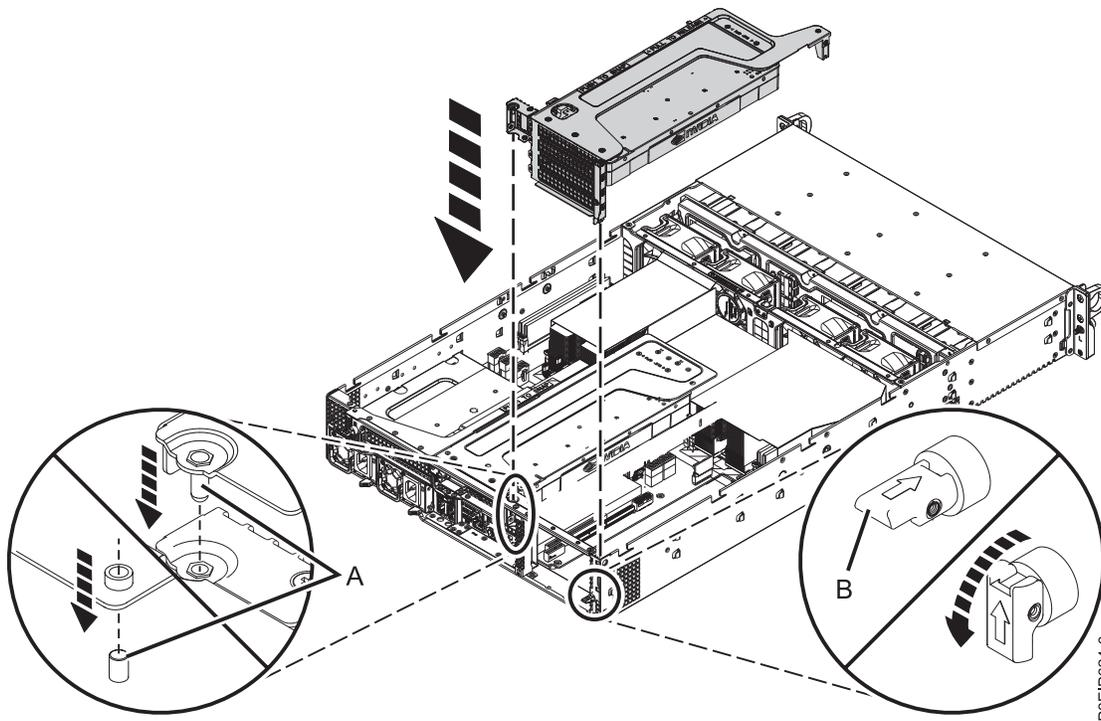

Figura 65. Inserción de la tarjeta de expansión del adaptador PCIe
- j. Inserte la tarjeta de expansión PCIe, como se muestra en la Figura 65 en la página 92.
- 1) Retire la patilla de sujeción (B) para que la flecha apunte al sistema.
- 2) Inserte la tarjeta de expansión, utilizando las ranuras y las patillas de alineación (A) para insertarla correctamente. Empuje la tarjeta de expansión con firmeza en la placa posterior del sistema.
- 3) Coloque la patilla de sujeción (B) para fijar la tarjeta de expansión.